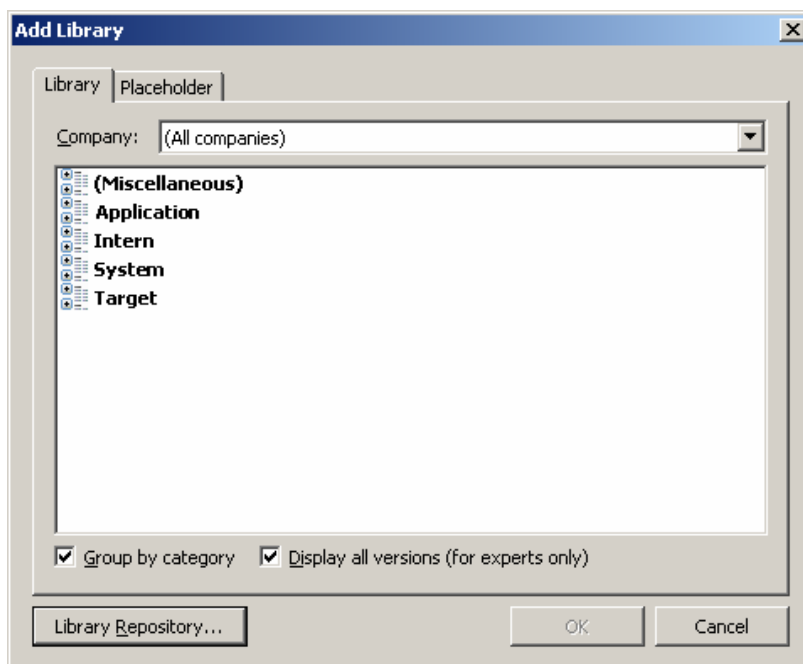

Рисунок 1.2 – Окно добавления библиотеки.
- 2) В открывшемся окне нажать Library repository (рисунок 1.2):